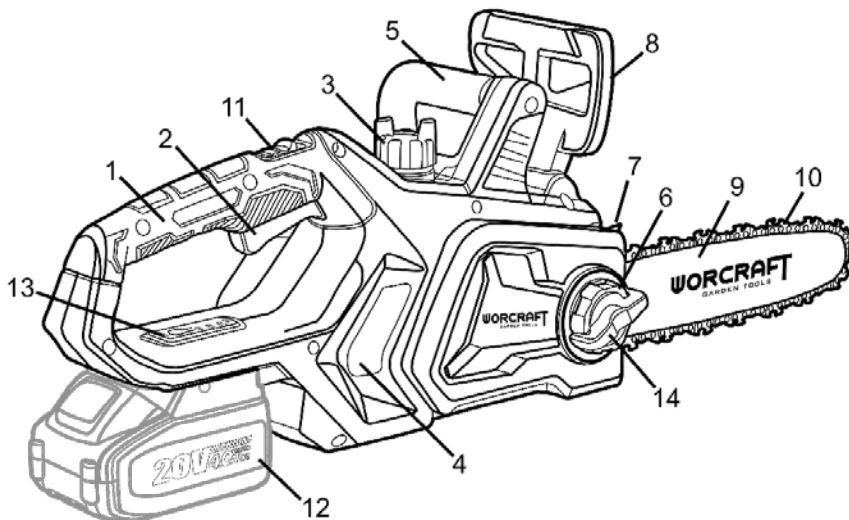

Рисунок 1
3.1.2 Відкрутіть фіксатор захисної кришки приводної зірочки (14, рисунок 1) та зніміть захисну кришку вузла приводної зірочки.
3.1.3 Одягніть пиляльний ланцюг (10, рисунок 1) на шину (9, рисунок 1), звернувши увагу на напрямок обертання ланцюга (різальні кромки зубців ланцюга повинні дивитися в напрямку його обертання).
3.1.5 Встановіть захисну кришку приводної зірочки й закрутіть фіксатор захисної кришки (14, рисунок 1).
Перед початком роботи необхідно перевірити натяг пиляльного ланцюга (10, рисунок 1) і впевнитися у правильності його встановлення. Для цього перевірте прозір, відтягнувши ланцюг від краю напрямної шини (9, рисунок 1) у її середній частині, та впевніться, що він складає приблизно 2-3 мм. У разі необхідності відрегулюйте натяг ланцюга. Для цього:
- переведіть важіль захисного щитка (8, рисунок 1) у бік пиляльної гарнітури (гальмо ланцюга активоване);
- перевірте фіксатор захисної кришки (14, рисунок 1) проти годинникової стрілки для ослаблення рукоятки натягувача ланцюга (6, рисунок 1);
- перевірте рукоятку натягувача ланцюга (6, рисунок 1) за годинниковою стрілкою для натягування, або проти годинникової стрілки для ослаблення натягу ланцюга;
- перевірте фіксатор захисної кришки (14, рисунок 1) за годинниковою стрілкою для надійного фіксування обраного ступеня натягнення ланцюга.
3.3.1 Заповнення бака оливою потрібно виконувати при від'єднаній акумуляторній батареї (12, рисунок 1) для уникнення випадкового запуску двигуна.
3.3.2 Добре очистьте поверхню навколо кришки масляного бака (3, рисунок 1), щоб бруд не потрапив усередину.
3.3.3 Відкрутіть гвинтову кришку (3, рисунок 1) й покладіть її убік так щоб не загубити герметувальну прокладку. За допомогою лійки залийте в бак потрібну кількість оливи, контролюючи рівень через напівпрозоре вікно (4, рисунок 1). Щільно закрутіть кришку бака.
- гальмо ланцюга не активовано (ланцюг рухається), коли важіль захисного щитка (8, рисунок 1) пересунутий у бік основної рукоятки (5, рисунок 1). Це нормальне положення при роботі.
- натиснути і утримувати кнопку (13, рисунок 1) протягом приблизно двох секунд для активації системи електроживлення виробу. При активації ввімкнеться світлодіод, розташований поруч. Це означає, що живлення активоване;
- відпустити гальмо ланцюга. Для цього слід пересунути щиток захисного пристрою (8, рисунок 1) у бік передньої рукоятки (5, рисунок 1);
- для запуску пили необхідно пересунути й утримувати кнопку блокування (11, рисунок 1), а потім натиснути та утримувати пускову клавішу (2, рисунок 1);
- для вимкнення необхідно відпустити пускову клавішу, а для повного вимкнення електроживлення пили натиснути та утримувати протягом 2-3 секунд захисний вимикач живлення (13, рисунок 1). Світлодіод, розташований поруч із кнопкою, згасне.
- вимкніть електроживлення пили вимикачем (13, рисунок 1);